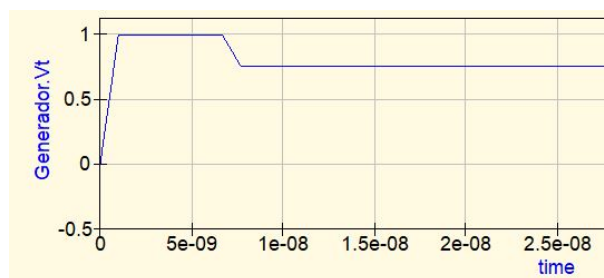
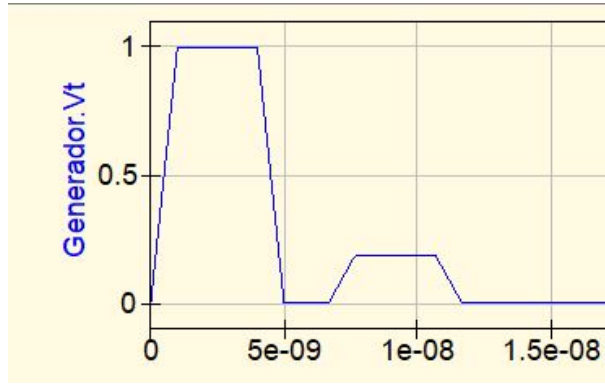

Figura 6: Medición para el caso de que  $Z_L = 20\Omega$  y la señal del generador es cuadrada
Figura 7: Medición para el caso de que  $Z_L = 100\Omega$  y la señal del generador es un pulso
3. Si se han respetado los tiempos de la fuente, las mediciones se han realizado con una onda cuadrada como la de la figura 6. Ahora comprobaremos los 5 casos de cargas anteriores con un pulso a la entrada, esto se consigue modificando el valor de  $T2$  a por un valor entre  $1ns$  y  $5ns$  como se ve en la figura 7. Se puede ver que la señal es la misma, pero el efecto que se observa es distinto, cuando las líneas son muy largas una señal cuadrada se puede observar como si fuera un pulso.